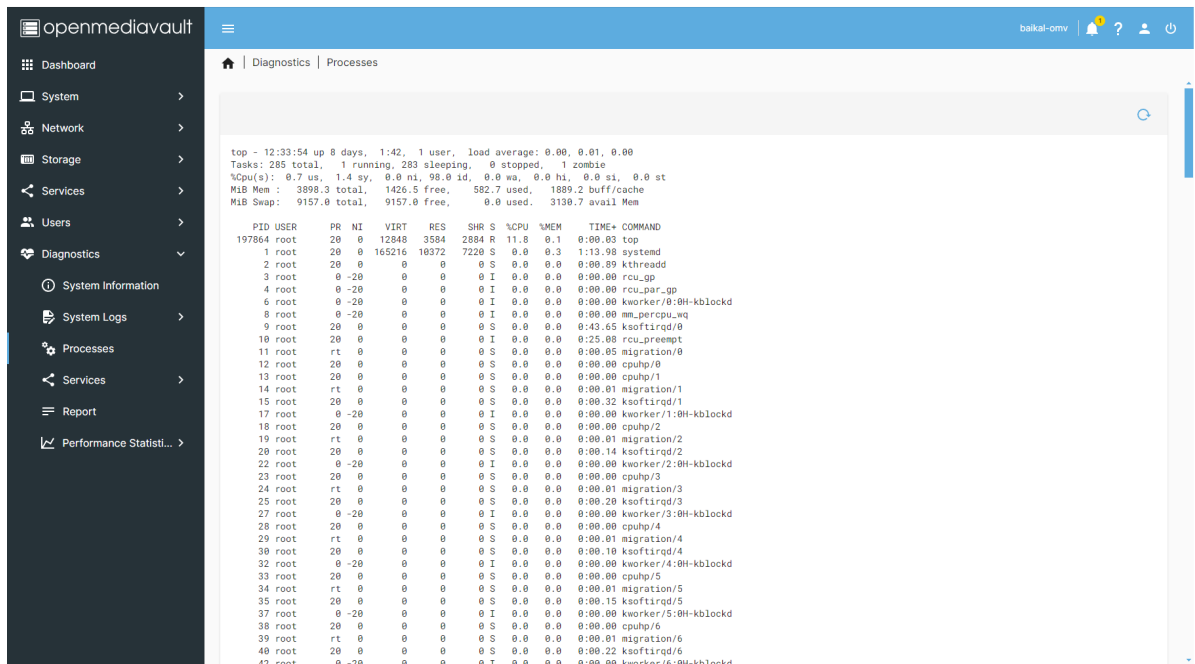

Рис. 67. Окно «Processes»
- Пройдите во вкладку «Diagnostics» → «Processes» в данной вкладке отображаются все процессы превосходимые в сетевом хранилище.. Окно «Processes» показано на рис. 67 Окно «Processes».